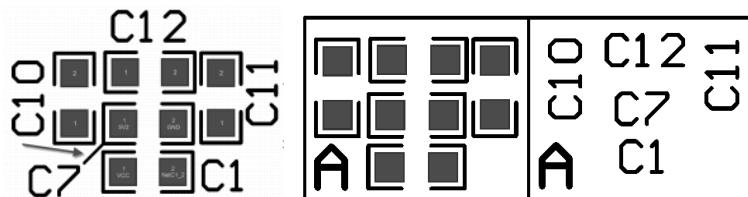

图 11-22 辅助线及方块
- (4) 对于一些摆布下的丝印标识，可以用放置 2D 辅助线或者放置方块进行标记，方便读取，如图 11-22 所示。